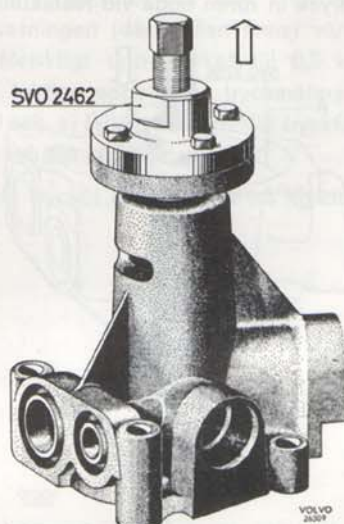

Bild 112. Demontering av nav
2. Sätt fast avdragare SVO 2462 på navet med skruvarna för remskivan och dra av navet. Se bild 112.